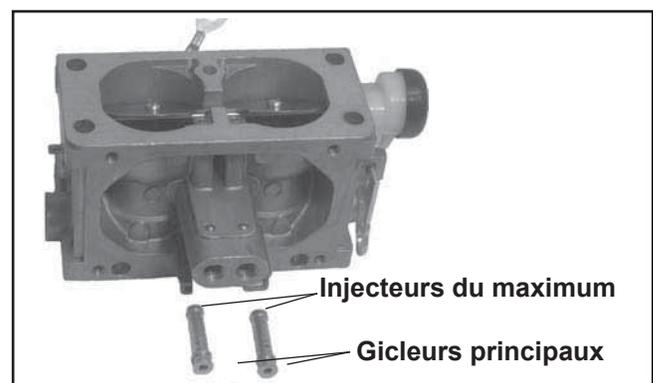

Figure 5-24. Gicleurs principaux et injecteurs du maximum enlevés.
- Utiliser un tournevis à tête plate de dimensions appropriées et enlever avec prudence les deux gicleurs principaux du carburateur. Observer et marquer la position des gicleurs pour bien les remonter. Les gicleurs principaux peuvent être spécifiques sur la base de la dimension ou du côté. Une fois les gicleurs principaux retirés, on peut enlever les injecteurs du maximum le long du fond des tours principales. Remarquer l'orientation/direction des injecteurs. L'extrémité ayant les deux épaulements surélevés devrait être en dehors/en bas près des gicleurs principaux. Mettre de côté les parties pour les nettoyer et les utiliser à nouveau. Voir la Figure 5-24.